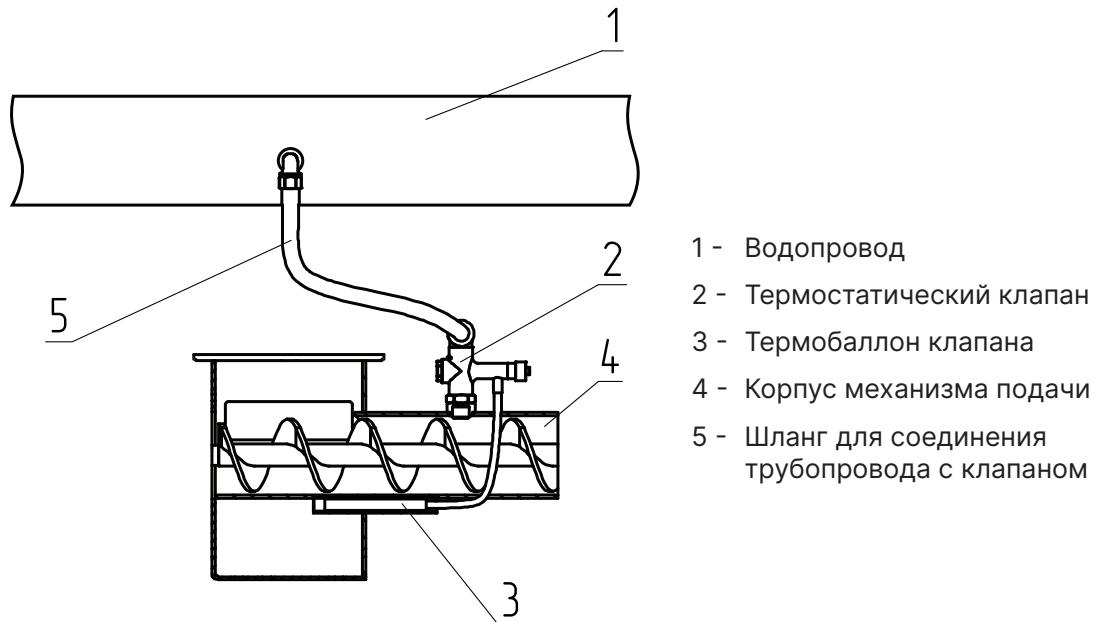

Рис.4 Система охлаждения топливопровода
- Для обеспечения полной пожарной безопасности необходимо устанавливать систему охлаждения топливопровода (доступно в качестве опции, см. Рис.4). Система охлаждения топливопровода, наполненная водой является основным элементом защиты котла от протлевания топлива в бункер;
Внимание! Термобаллон клапана (**Рис.4, поз.3**) должен быть зафиксирован в гильзе двумя винтами.